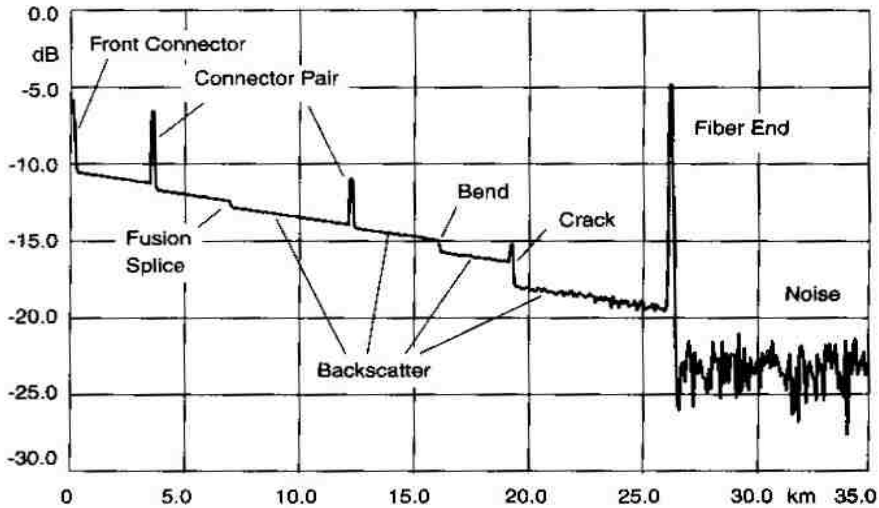

FIGURE 3.4 – Exemple de courbe obtenue avec un OTDR commercial. Evolution de la puissance locale en fonction de la distance.  $\frac{P}{P_0}$  (dB) vs D (km).
On observe sur une courbe typique d'OTDR comme celle de la figure 3.4 ci-dessus le signal reçu. On peut lire sur ce signal les défauts et les caractéristiques de la fibre à partir de deux phénomènes :
- P3** En exploitant la courbe donnée par un OTDR industriel (figure 3.4 ci-dessus), vérifiez que l'atténuation est 0,2dB/km (valeur attendue pour des fibres télécoms standards).